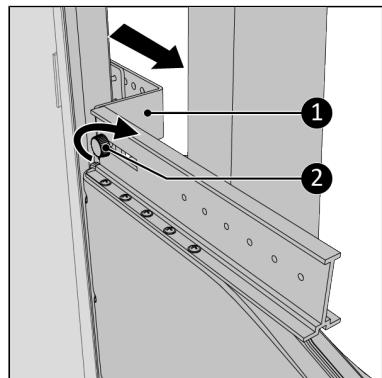

Abbildung 133.
9. Ziehen Sie die Halterung so weit wie möglich zu sich heran (Abbildung 133, Pos 1) sodass diese richtig klemmt.
10. Ziehen Sie die Schraubkappe (Abbildung 133, Pos. 2) fest.